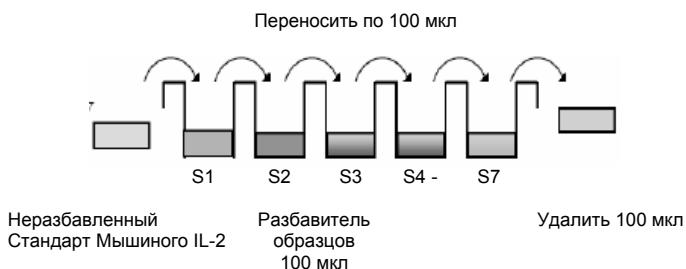

Рисунок 7. Приготовление серийных разведений Стандарта Мышиного IL-2
- Приготовление разведений стандарта в лунках микропланшета** (альтернативно разведения стандарта могут быть приготовлены в пробирках – см. 9.5.1): Внесите по 100 мкл Разбавителя для образцов во все лунки, предназначенные для стандартов. Внесите 100 мкл приготовленного стандарта (см. раздел «Приготовление реагентов», п. 9.5, концентрация = 2000 пг/мл), в дублях, в лунки A1 и A2 (см. Таблицу 1). Перемешайте содержимое лунок A1 и A2 повторным пипетированием (концентрация стандарта 1, S1 = 1000 пг/мл), и перенесите по 100 мкл раствора из лунок A1 и A2 в лунки B1 и B2, соответственно (см. рис. 7). Во время этих манипуляций постарайтесь не поцарапать внутреннюю поверхность лунок. Повторите перенос и разведение